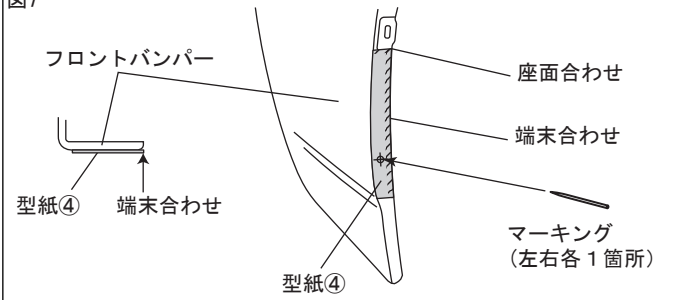

図8
3. 図8のようにφ3、φ6のドリルの先端にストッパーになるようゴムテープを巻きつけ、φ3のドリルを使用してホイールハウスのマーキング位置に下穴をあける。
4. 図8のように下穴にφ6のドリルで本穴をあけ、穴のバリを取り除く。